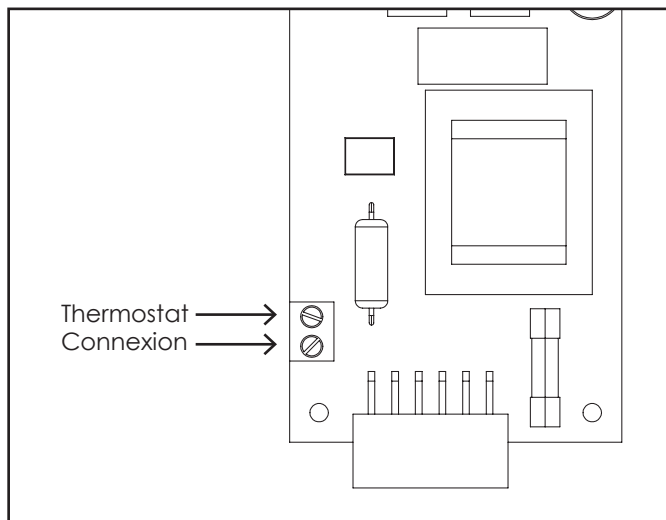

Figure 21: Arrière de la carte électronique.
- Les fils blancs venant de l'ensemble HFK n'ont pas de connecteurs et seront connectés au thermostat à l'arrière de la carte électronique. Celle-ci devra être détachée du cadre. Un tournevis à tête plate sera nécessaire pour fixer les fils. (Figure 21)